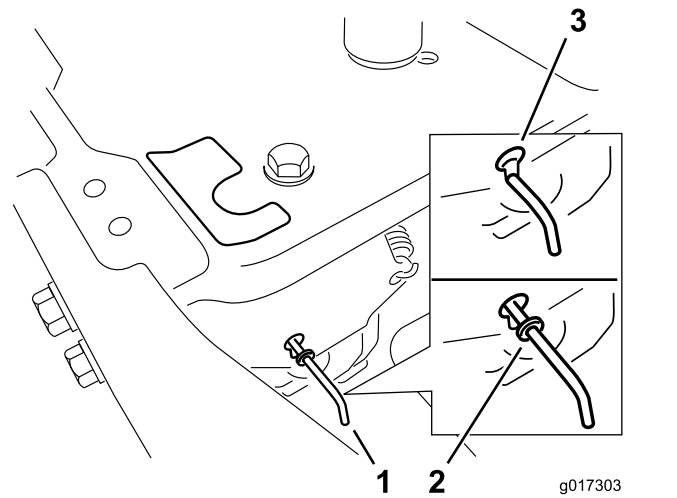

Figura 21
4. Mueva las palancas de desvío hacia delante a través del orificio y hacia abajo para bloquearlas en esa posición (Figura 21).
Mueva las palancas de desvío hacia atrás a través del orificio y hacia abajo para bloquearlas en esa posición, según se muestra en Figura 21.